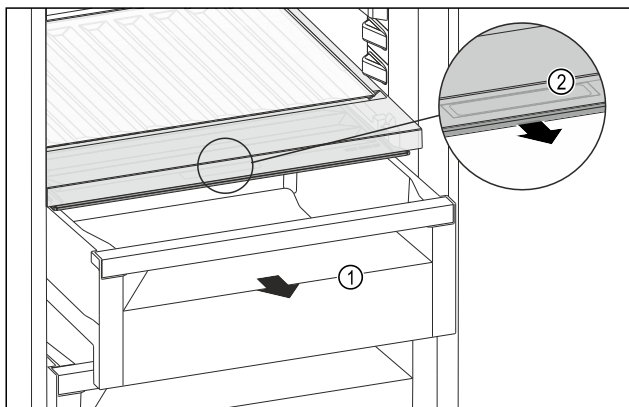

Fig. 230
- ▶ Húzza ki a fiókot Fig. 230 (1).
- ▶ Fogja meg a sülyesztett fogantyút Fig. 230 (2) a rekeszfedélen, és ezzel egy időben húzza előre felé a rekeszfedélet.